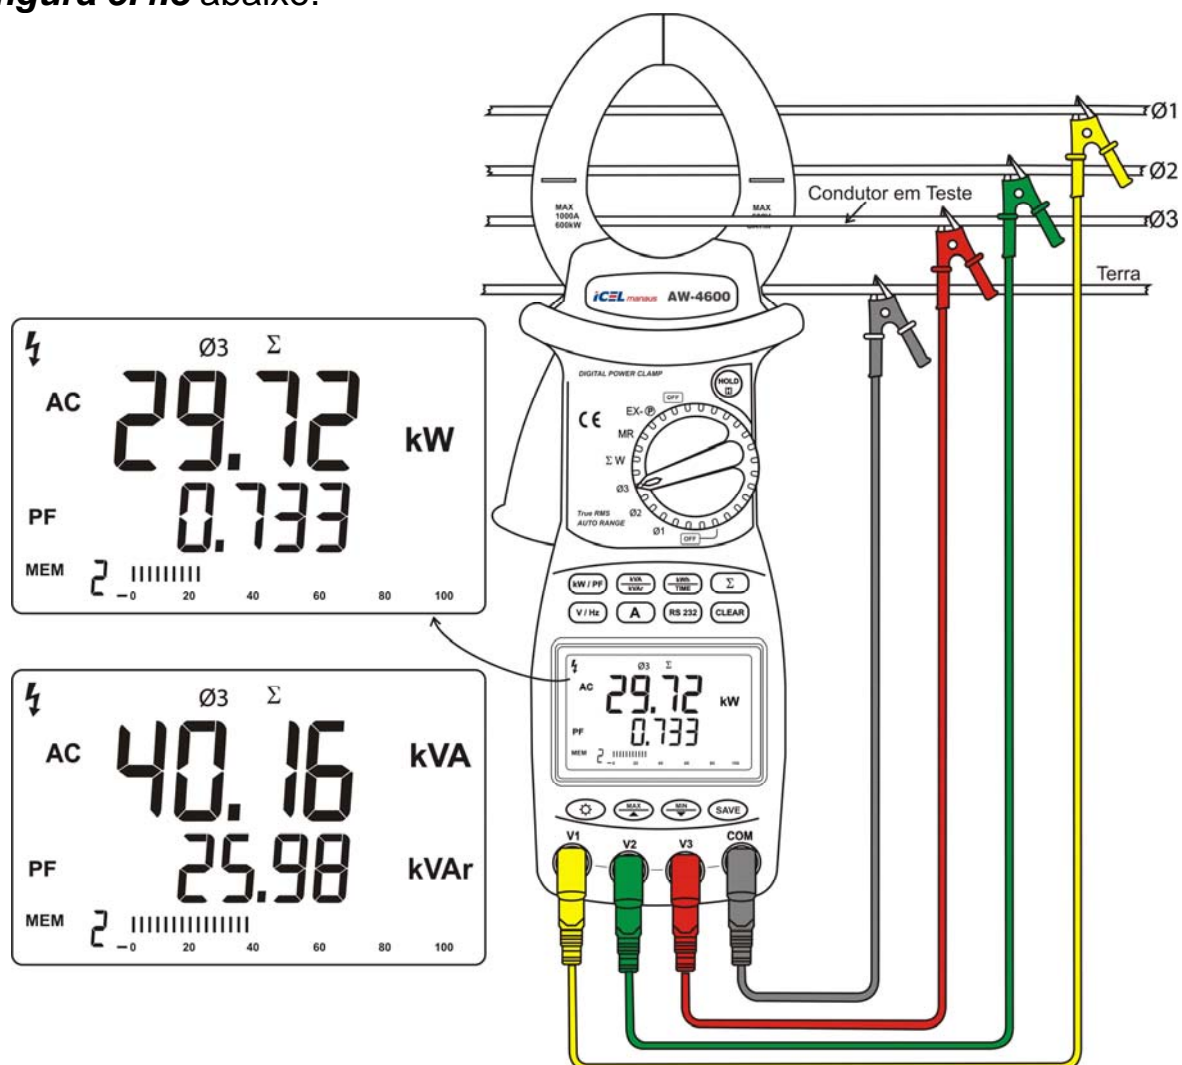

Figura 5.4.3
k. Gire a Chave Seletora para a posição ' $\varnothing 3$ ' e envolva com a garra o fio referente à fase 3 (V3 - ponta de prova vermelha), conforme a **figura 5.4.3** abaixo.